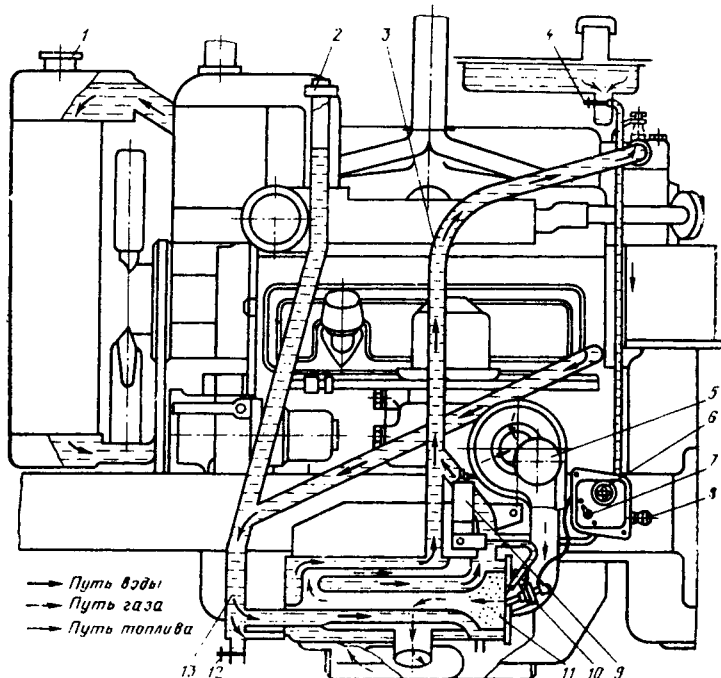

Рис. 100. Схема работы системы предпускового обогрева:
1. Подготовьте воронку и воду для заполнения системы охлаждения и откройте пробки 1 и 2 (рис. 100) заливных горловин радиатора и подогревателя.